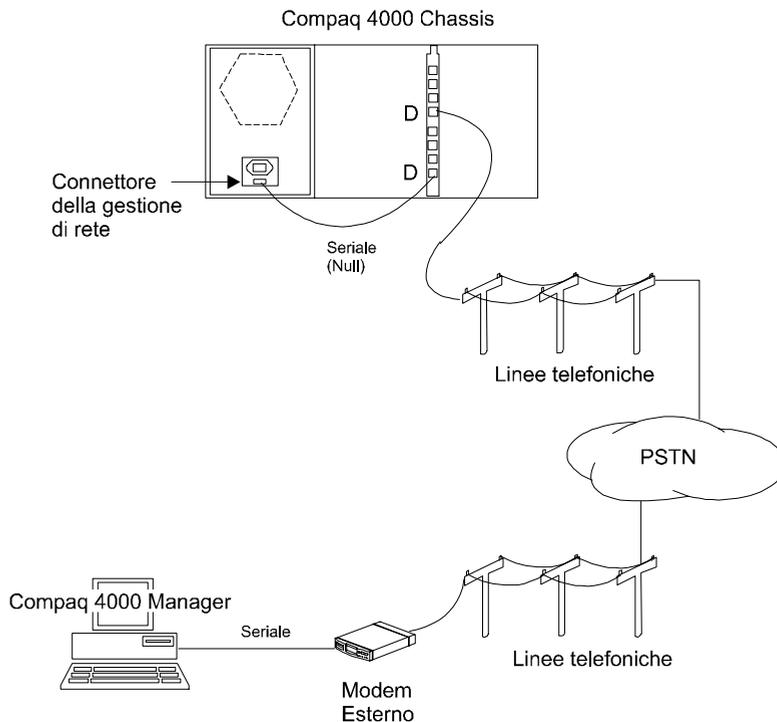

Figura 2-17. Connessione con un modem dello chassis 4000
3. Collegare un capo del cavo null modem seriale (la Compaq fornisce insieme allo chassis un adattatore per cavo null modem seriale da RJ45 a DB9 e un cavo null modem seriale da RJ45 a RJ45) al connettore di gestione di rete sito nella parte posteriore dell'alimentatore dello chassis. Vedere Figura 2-17.
4. Collegare l'altra estremità del cavo null modem seriale a un connettore seriale di stile RJ45 del modem 4000. Vedere Figura 2-17.